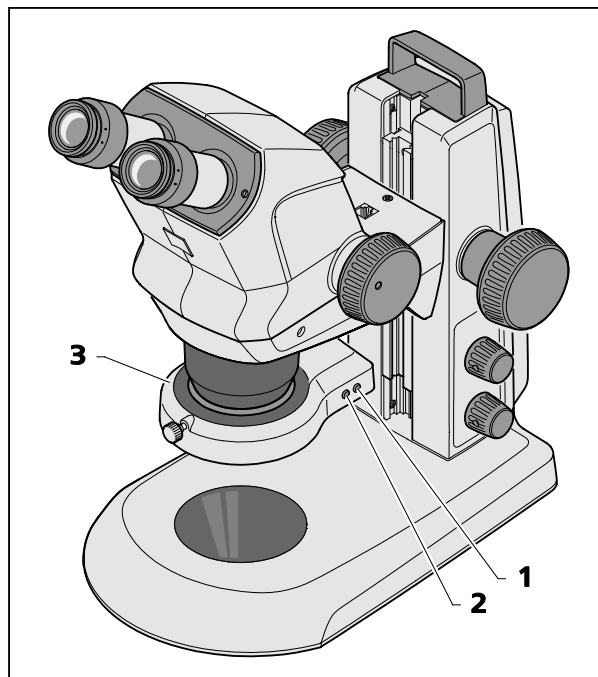

図 17 リングライト
- 前側のボタン (図 17/2) を連続して押すことにより、リングライト (図 17/3) の4つの照明ステータスを切り替えることができます：
- 後ろ側のボタン (図 17/1) を短く1回押すと、セットされているセグメントが時計回りに1/4周ずつ回転します。
- 後ろ側のボタン (図 17/1) を押して、そのまま2秒間以上保持すると、セットされているセグメントは連続して回転します (1/8周きざみで回転、それぞれ1秒/回転)。
- もう一度後ろ側のボタン (図 17/1) を押すと回転は停止し、対象は再び後方から照らされます。